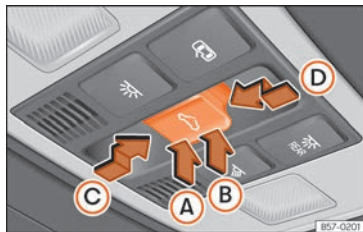

Abb. 81 Im Dachhimmel: Bedienelement für Panorama-Schiebedach.
Der Taster  (Abb. 81) hat zwei Stufen.
- Innerhalb von etwa 5 Sekunden nach der Aktivierung des Einklemmschutzes, drücken Sie die Taste ⏪ »» (Abb. 81) bis zur zweiten Stufe in Pfeilrichtung ① bis das Dach vollständig schließt.